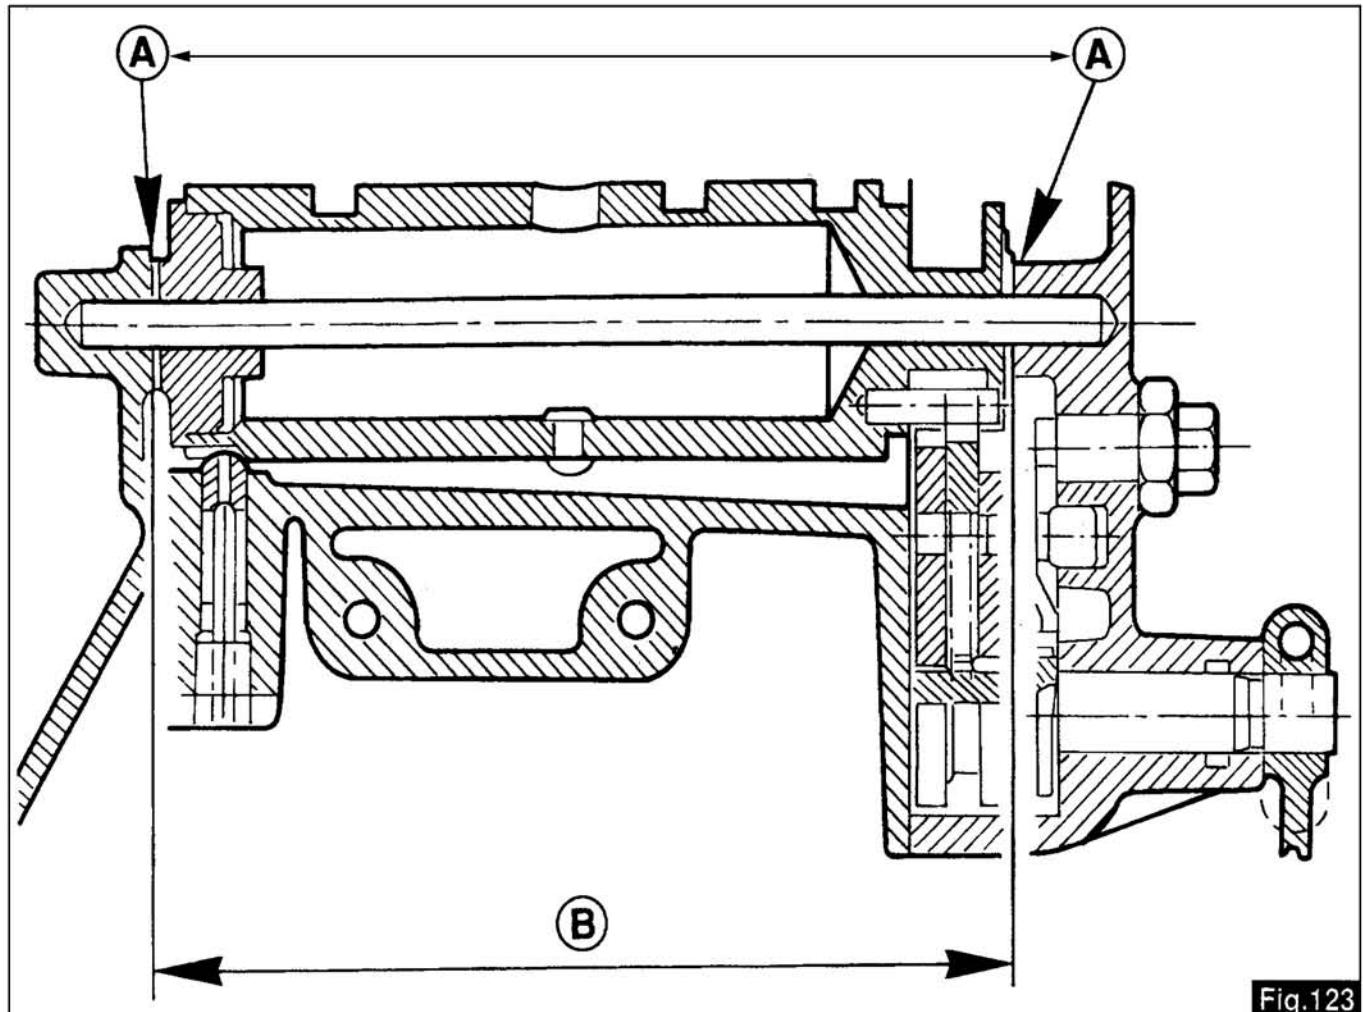

Fig.123
N.B.: L'empilage de l'arbre desmodromique «B», (fig.123) comprenant les rondelles d'appui latérales doit être plus bas de 0,2 + 0,3 mm par rapport à la cote des butées des logements (ou sièges) latéraux «A». Cela pour permettre une rotation libre de l'arbre desmodromique.
ANM. Die Baugruppe Desmodromwelle «B», (Abb.123) einschließlich der seitlichen Stützen muß sich 0,2+0,3 mm unter der Höhe der Anschläge der seitlichen Gehäusesitze «A» befinden; dies dient zur freien Drehung der Desmodromwelle.